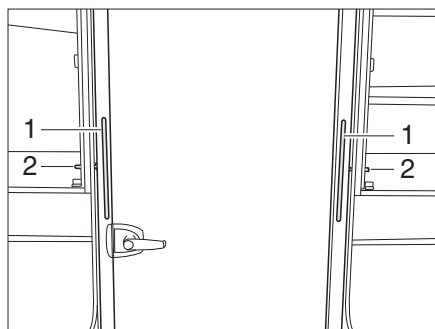
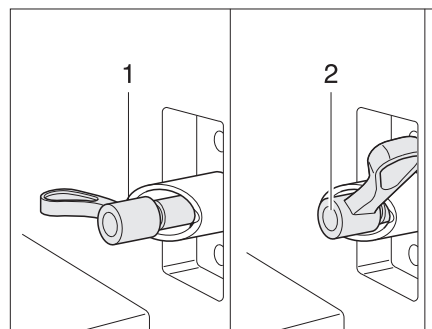

Fig. 269 Cabinet de toilette, poussé à l'intérieur
Fig. 270 Verrouillage cabinet de toilette
- Ouvrir les portes de la penderie des deux côtés du cabinet de toilette (Fig. 269).
- Faire faire un demi-tour aux verrous à ressort (Fig. 269,2) des deux côtés. La partie longue du levier de verrouillage doit se trouver à l'endroit le plus élevé de la douille en biseau (Fig. 270,1).
- Tirer à fond le cabinet de toilette sans le coincer par les poignées (Fig. 269,1).
- Refaire faire des deux côtés un demi-tour au verrou à ressort en sens inverse et le faire s'enclencher (Fig. 270,2).
- Pousser à fond le cabinet de toilette sans le coincer par les poignées (Fig. 269,1).
- Refaire faire des deux côtés un demi-tour au verrou à ressort en sens inverse et le faire s'enclencher (Fig. 270,2)